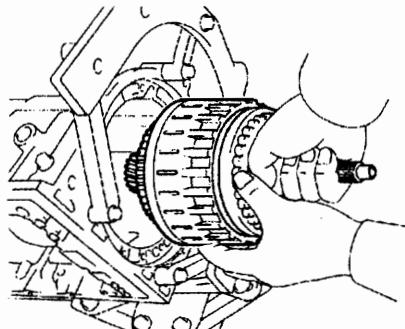

图 12-1-82
②如图 12-1-82 所示，将输入轴分总成及直接挡和倒挡总成装到变速器壳上。
(31) 安装油泵总成。